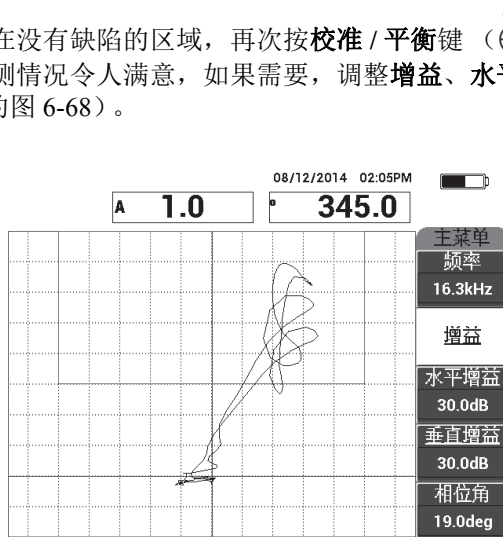

图 6-68 在缺陷上的第二次扫查
4. 将探头端部放置在没有缺陷的区域，再次按**校准 / 平衡**键 (CAL \oplus), 然后慢慢地扫描缺陷；确保探测情况令人满意，如果需要，调整**增益**、**水平增益**或**垂直增益**（参见第 162 页的图 6-68）。